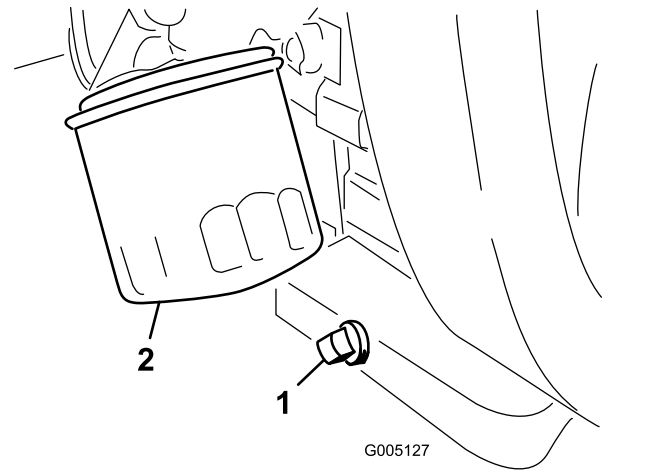

Figure 42
1. Retirez le bouchon de vidange (Figure 42) et laissez couler l'huile dans un bac de vidange.
2. Nettoyez le filetage du bouchon de vidange, enduisez-le de produit d'étanchéité au PTFE et remettez le bouchon en place (Figure 42).
3. Déposez le filtre à huile (Figure 42).